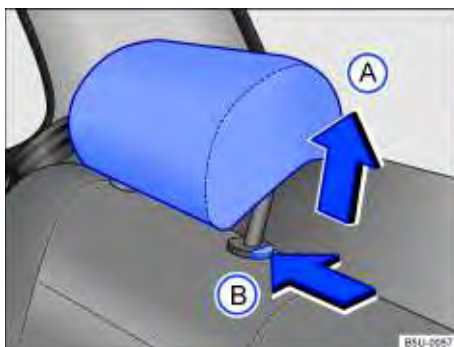

Fig. 42 Desinstalar o apoio para cabeça traseiro.
- Pressionar a tecla ⇒ Fig. 42  no sentido da seta. Retirar o apoio para cabeça com a tecla pressionada.
- Empurrar o apoio para cabeça para baixo com a tecla ⇒ Fig. 42  pressionada.